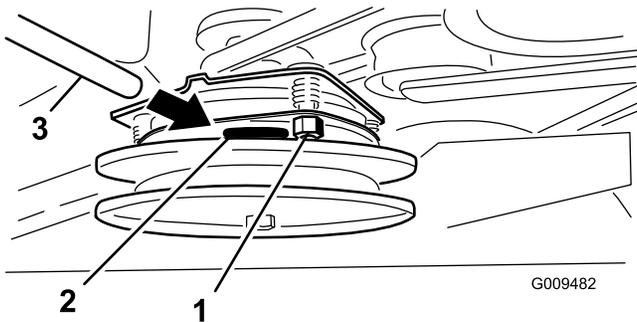

Figura 62
2. Si es necesario un ajuste, utilice una galga de 0,015 pulgadas (0,381 mm) para ajustar cada una de las tres posiciones de la ranura de ajuste. Apriete las contratuercas hasta fijar ligeramente la galga pero dejando que ésta se pueda mover con facilidad en el entrehierro (Figura 62).